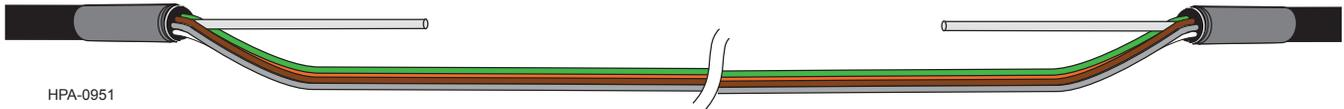

Abbildung 18
Schritt 11: Die Aderhüllen vom Zentralelement trennen und das Zentralelement an beiden Enden des Mid-spans (in der Nähe der Bandmarkierungen) auf die für die Zugabfangung geeignete Länge schneiden. Falls eine Kabelzugabfangungsvorrichtung, die auf den Mantel geklemmt wird, installiert werden soll, müssen über dem Bereich, in dem die Klemmen den Mantel berühren, drei Schichten Vinylband angebracht werden (Abbildung 18).